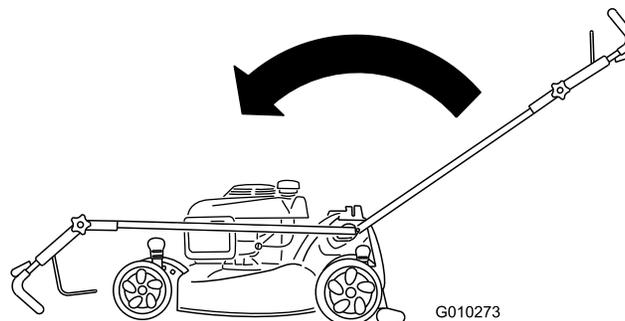

Figura 40
2. Mueva el manillar completamente hacia delante y afloje el pomo del manillar superior (Figura 40).